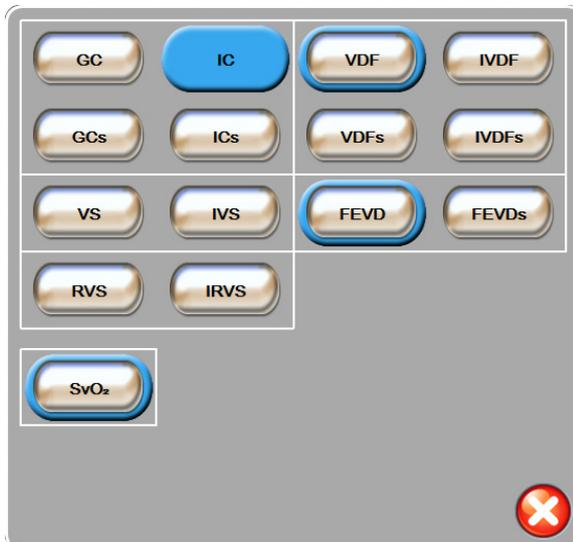

Figura 5-4 Ejemplo de ventana emergente de selección de parámetros clave
- Una ventana emergente mostrará el parámetro seleccionado resaltado en color y otros parámetros mostrados en ese momento rodeados en color. Los parámetros disponibles aparecen en la pantalla sin ningún resaltado. La Figura 5-4 muestra la ventana emergente que aparecerá al seleccionar parámetros continuos y la monitorización con el módulo Swan-Ganz de HemoSphere.